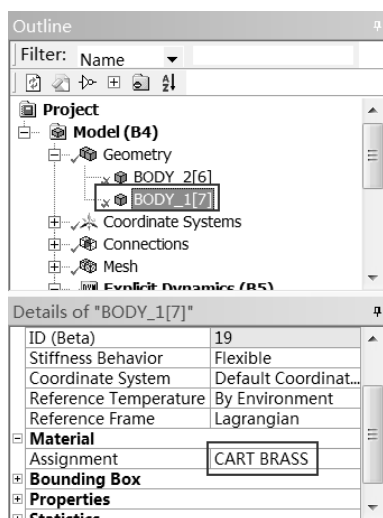

图 11-15 材料赋予（2）
Step3 : 如图 11-15 所示 , 按上述步骤将 CART BRASS 材料赋予 BODY_1[7]。